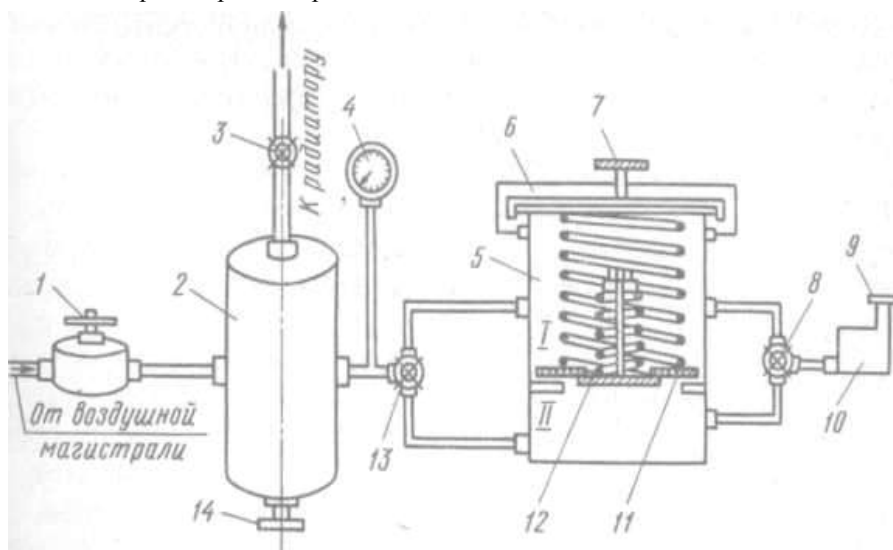

Рис. 10. Схема приспособления для проверки клапанов пробки радиатора и герметичности системы охлаждения двигателя
3. Изучить устройство приспособления ДСО-2 (рис. 10) для проверки герметичности системы охлаждения двигателя и состояния клапанов пробки радиатора.
3. Изучите устройство приспособления ДСО-2 (рис. 10) для проверки герметичности системы охлаждения двигателя и состояния клапанов пробки радиатора.